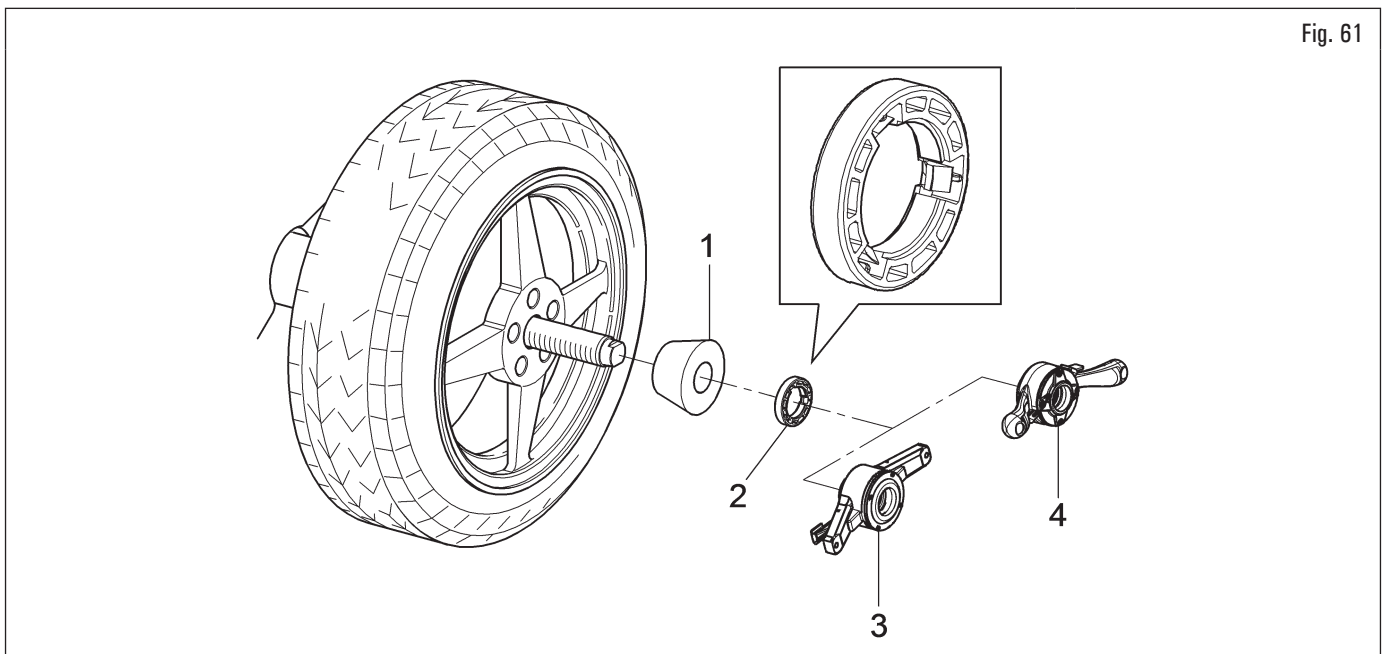

Fig. 61
3. seleccionar atentamente el cono (Fig. 61 ref. 1) adecuado para la rueda a equilibrar. Estos accesorios deberán ser seleccionados de acuerdo a la forma de la llanta. Montar el cono (Fig. 61 ref. 1) con la parte más estrecha dirigida hacia la rueda;
4. introducir el anillo prensador (Fig. 61 ref. 2) en la virola rápida (Fig. 61 ref. 3) (estándar en algunos modelos), o en la virola auto (Fig. 61 ref. 4) (estándar en algunos modelos) y fijar el cono (Fig. 61 ref. 1).
El anillo prensador (Fig. 61 ref. 2) debe ser montado con el lado de los dientes, o las descargas, dirigido hacia la virola (Fig. 61 ref. 3, 4 o 5).